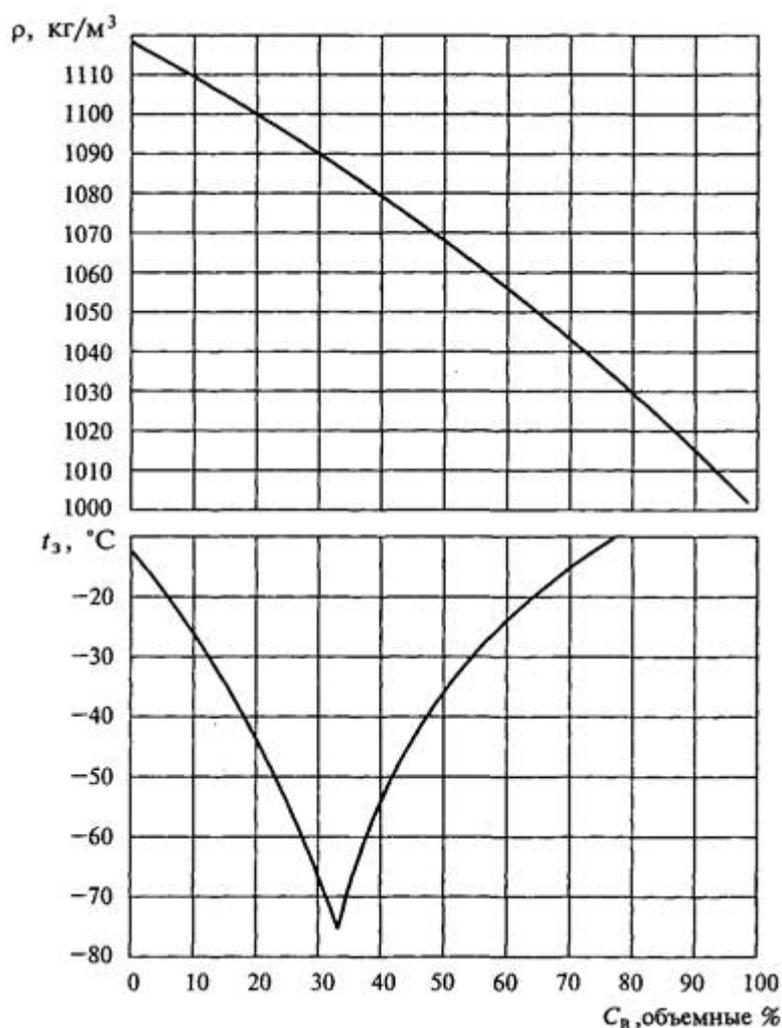

Рис. 5.2. Зависимость плотности ρ и температуры застывания t_3 водогликолевой жидкости от содержания в ней воды C_B
Этиленгликоль — бесцветная или желтоватого цвета жидкость с плотностью при 20 °С 1,11 г/см³, температурой кипения 197,5 °С и температурой замерзания минус 12 °С. Температура замерзания водных растворов этиленгликоля меняется в зависимости от концентрации, что видно из графика (рис. 5.2).
Кроме гидрометра и рефрактометра определить температуру замерзания и состав антифриза можно, измерив его плотность и воспользовавшись табл. 5.1, а также при помощи диаграммы (рис. 5.2).
2. Используя диаграмму, показанную на рис. 5.2, определить состав антифриза и температуру его замерзания.